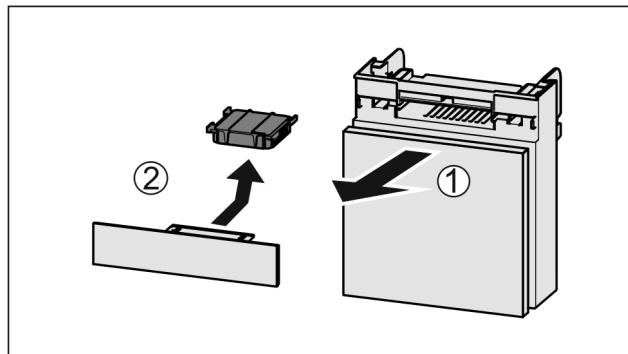

Fig. 91
- Вытянуть Fig. 91 (1) отделение движением вперед.
- Извлечение Fig. 91 (2) фильтра с активированным углем.